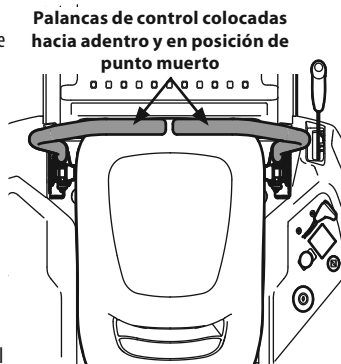

Figura 20
2. Mueva las palancas de control de transmisión de barras de seguridad del lado derecho y del lado izquierdo hacia adentro, en punto muerto, lo cual desactiva también el freno de mano. Consulte la Figura 20.